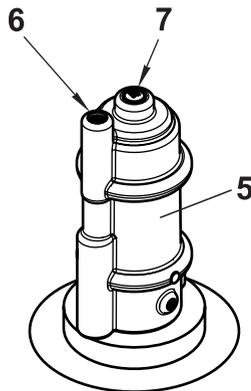

Рис. 7
4.5.4 Время открытия клапана зависит от настройки. Для регулировки времени открытия клапана используйте регулировочный винт 6 в верхней части корпуса замедлителя 5 (рис. 7). Поворачивая винт по часовой стрелке (вкручивание вовнутрь корпуса замедлителя), время открытия клапана увеличивается, и, наоборот, поворачивание винта против часовой стрелки (выкручивание из корпуса) - время открытия уменьшается.